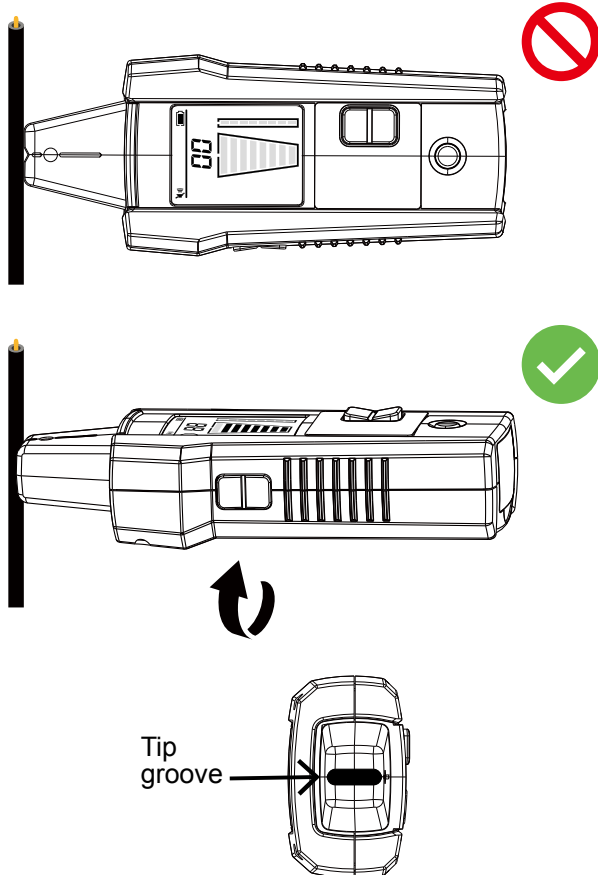

Figura 3.1d: Alineación de la ranura del sensor de punta
3. Para obtener los mejores resultados al rastrear cables energizados, alinee la marca de la punta del sensor de punta con la dirección del cable, tal como se muestra en figura 3.1d. Si no se alinea correctamente, es posible que la señal no se detecte. Para comprobar la dirección del cable, gire periódicamente el receptor 90 grados. La intensidad de señal será más alta cuando esté alineado con la marca del sensor de punta.